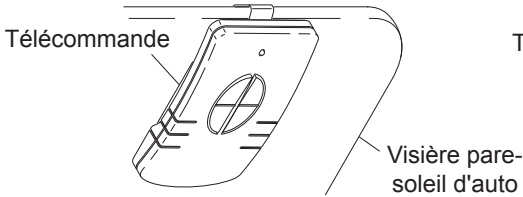

Figure 3
1. **Fixez la bride d'attache pour visière pare-soleil d'auto, comme le montre la Figure 3.**